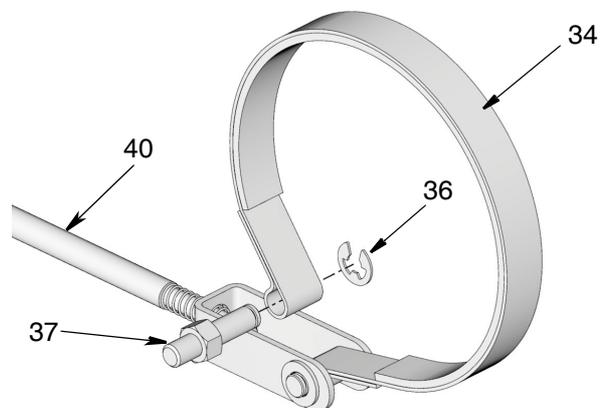

FIG. 30
10. Ruotare il gruppo freno di 180° (FIG. 30).
11. Installare la fascia (34) attorno al mozzo del freno (12).
12. Installare il perno di ancoraggio (37) nella fascia (34) controllando che l'estremità del fermo si trovi nella posizione mostrata in FIG. 30.
13. Reinstallare il fermo (36) (FIG. 30).